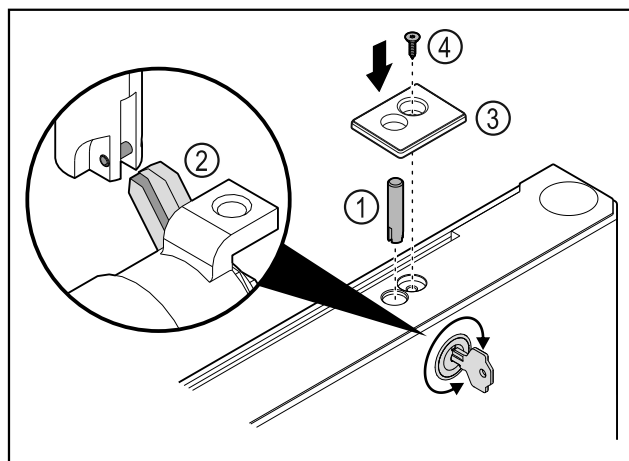

Fig. 42
- ▶ Założyć śrubę zamka Fig. 42 (1).
- ▶ Lekko przekręcić zamek, aby śruba zamka Fig. 42 (2) zatrzasnęła się w szczelinie zamka.
- ▶ Założyć ostonę Fig. 42 (3).
- ▶ Założyć śrubę Fig. 42 (4).